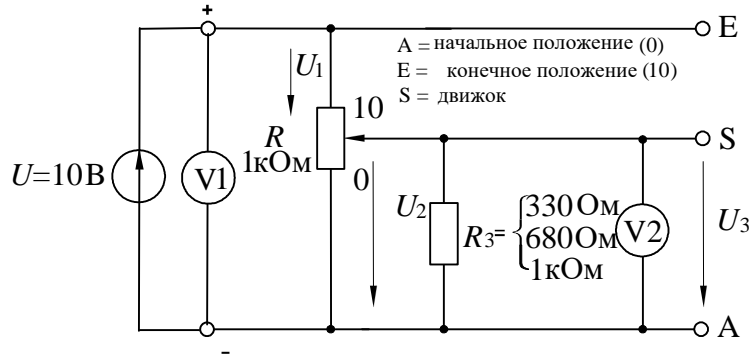

Рисунок 11 – Схема делителя напряжения под нагрузкой
5.1. Соберите цепь делителя в соответствии со схемой (рис. 11) и подайте на его вход постоянное напряжение 10 В.